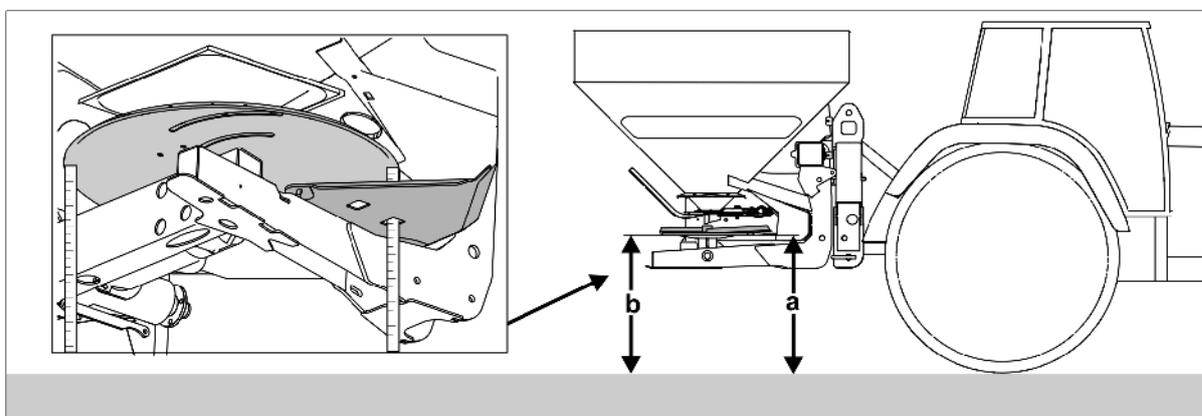

Fig. 50
- 2.1 Desenroscar el tornillo de mariposa (Fig. 50/1) que sujeta el disco de dispersión y extraer el disco respectivo del eje del engranaje.
3. Enganchar la rampa de abono (Fig. 50/2) en el bastidor.
4. Enganchar en el bastidor el recipiente colector mediante el gancho (Fig. 50/3).